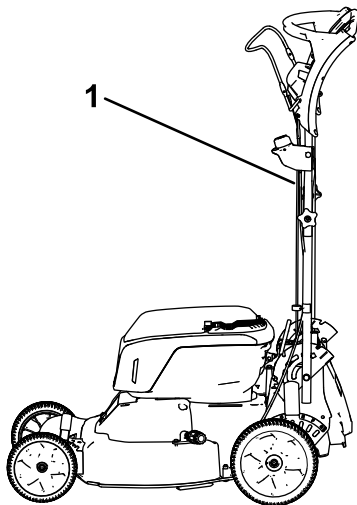

Bild 26
1. Arretieren Sie den Holm in der vertikalen Stellung (Bild 26), siehe Einstellen der Griffhöhe (Seite 17).